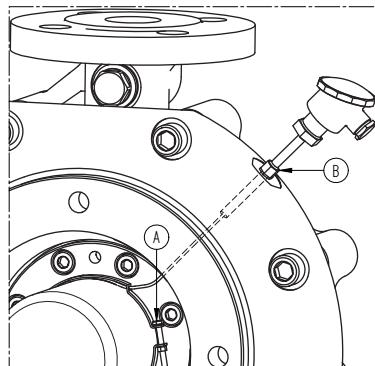

Рисунок 5: Внутреннее соединение датчика температуры.
- 3 Если насос оборудован датчиком температуры, осторожно снимайте хомут шланга, откручивая винт А (рисунок 5). После этого ослабьте винт В и снимите соединительную головку вместе с соединительной трубкой, одновременно направляя датчик температуры с внутренней стороны через отверстие.
- 14 Если насос оборудован датчиком температуры, направьте датчик температуры с наружной стороны через отверстие и установите соединительную головку и трубку на промежуточную крышку. Затем направьте датчик температуры через отверстие в хомуте шланга и установите хомут шланга в положение, показанное на рисунок 5.